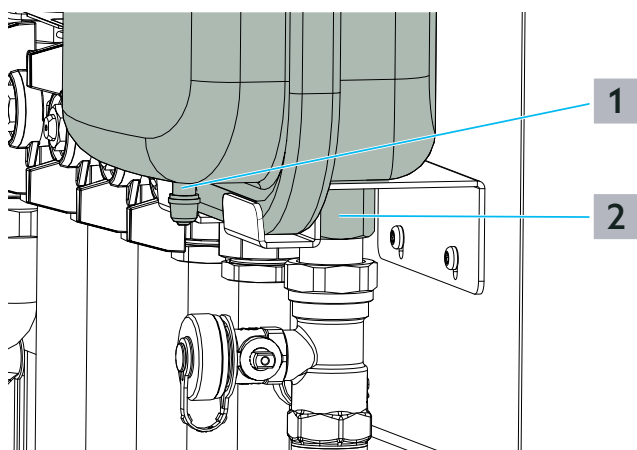

Fig. 4: Position du robinet de remplissage et du raccordement du vase d'expansion à membrane
capuchon plombable ((5) sur la Fig. 1 en page 37) sur le raccordement G 1/2 ((2) sur la Fig. 4 en page 40).